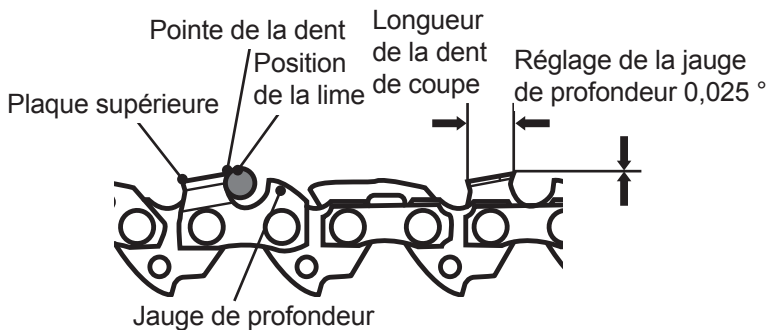

Fig. 49
9. Utilisez un instrument de mesure de jauge de profondeur pour vérifier leur hauteur. Les gabarits de mesure de jauges de profondeur sont disponibles chez la plupart des marchands d'outils réputés (Fig. 49).